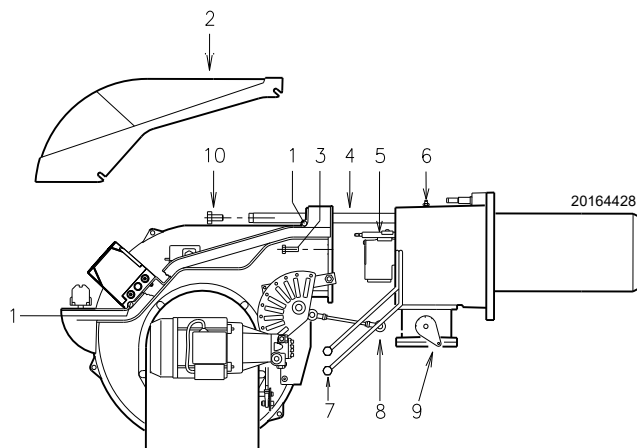

Fig. 42
- Allentare le viti 1)(Fig. 42) e togliere il cofano 2)(Fig. 42)
- Scollegare i tubi del gasolio 7)(Fig. 42).
- Sganciare lo snodo 8)(Fig. 42) dal settore graduato 9)(Fig. 42).
- Togliere le viti 10)(Fig. 42) dalle due guide 4)(Fig. 42).
- Montare le due prolunghe sulle guide 4)(Fig. 42).
- Rimontare le viti 10)(Fig. 42) sulle prolunghe.
- Togliere le viti 3)(Fig. 42) ed arretrare il bruciatore sulle guide 4)(Fig. 42) per circa 100 mm.
A questo punto è possibile estrarre la parte interna 5)(Fig. 42) dopo aver tolto la vite 6)(Fig. 42).
- Rimettere le viti 3)(Fig. 42) e tirare delicatamente verso l'esterno i cavi di sonda ed elettrodo, fino a metterli in leggera tensione.
- Riagganciare lo snodo 8)(Fig. 42) al settore graduato 9)(Fig. 42).
- Ricollegare i tubi del gasolio 7)(Fig. 42).
- Smontare le due prolunghe dalle guide 4)(Fig. 42) e ricollocarle nella posizione originale.